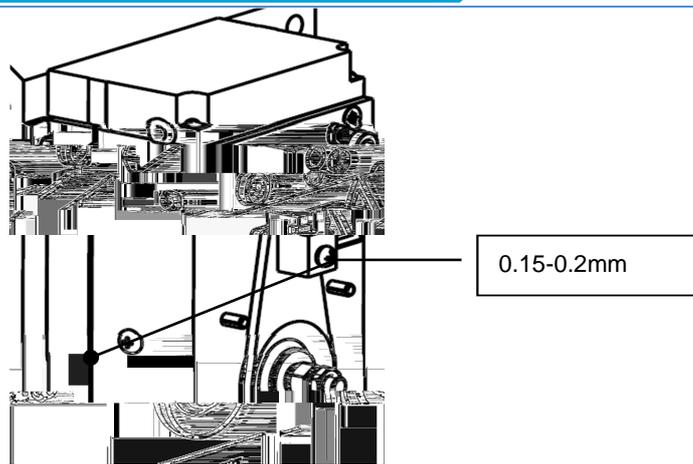

图 10 间隙值
- A. 将左侧制动器间隙调整至 $0.15 \sim 0.2 \text{ mm}$ 见 (P5 图 10) 所示。
如出现无法复位情况，现场人员需将扳手复位到“未松闸状态”（如图 10 所示），并告知生产商售后人员。